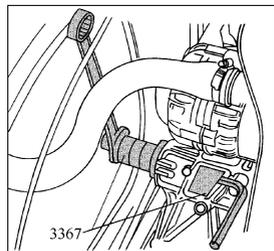

图 2-39 用 3367 和 3301 的螺母压入轴承
- 1) 如图 2-39 所示, 用 3367 和 3301 的螺母压入轴